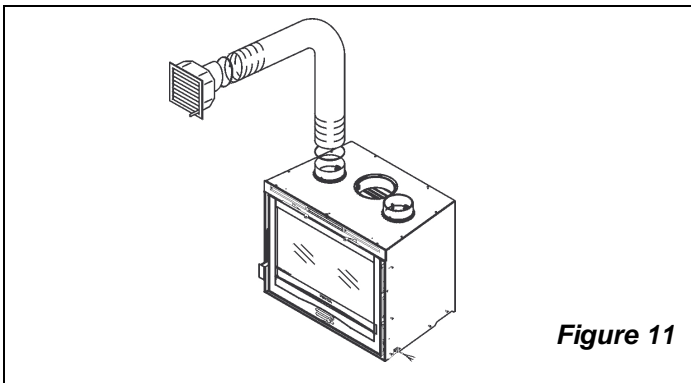
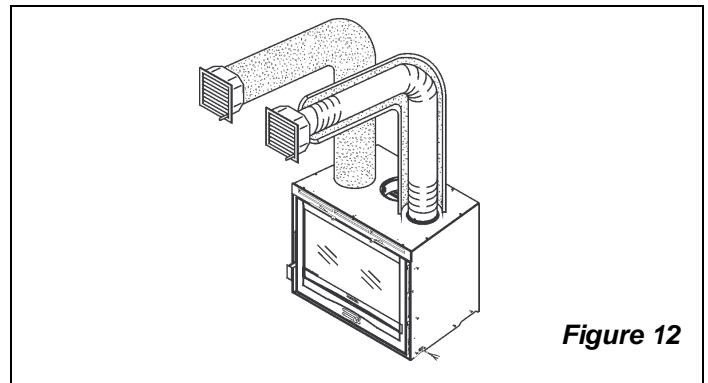

Figure 11
Figure 12
- e) si l'espace entre la partie supérieure de l'insert et le profil inférieur de la hotte est inférieur à 10 cm il faudra réaliser un trou d'environ 30 x 40 cm sur la hotte pour permettre la fixation des tuyaux flexibles (v. Figure 11 - Figure 12).